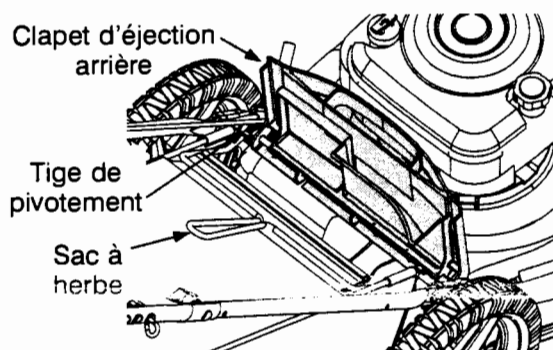

Figure 7
- Relevez le clapet d'éjection arrière de la tondeuse et placez le sac à herbe sur la tige de pivotement. Lâchez le clapet pour qu'il repose sur le sac à herbe. Voir la Figure 7.
- Relevez le clapet d'éjection arrière de la tondeuse, comme à la Figure 7. Relevez le sac à herbe et dégagez-le de la tige de pivotement. Lâchez le clapet d'éjection arrière.